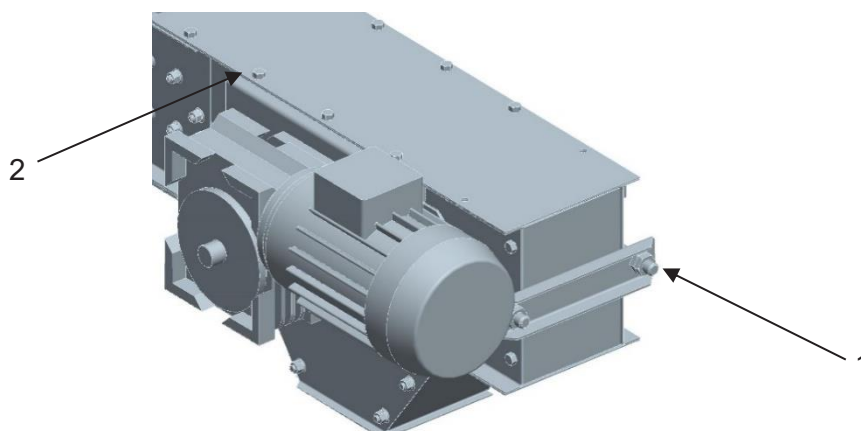

Fig. 8
- Kæden justeres herefter med strammeboltene (Fig. 8 pos. 1), husk at løsne motorkonsol (Fig. 8 pos. 2).